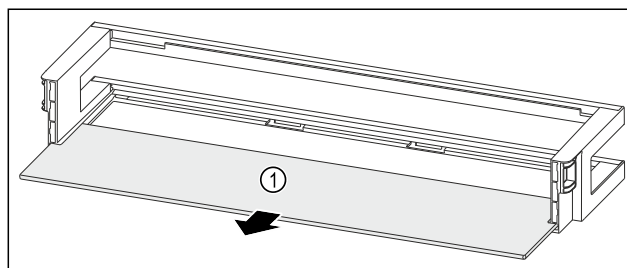

Fig. 185 Raft montat pe ușă cu raft
- ▶ Extrageți raftul Fig. 185 (1).